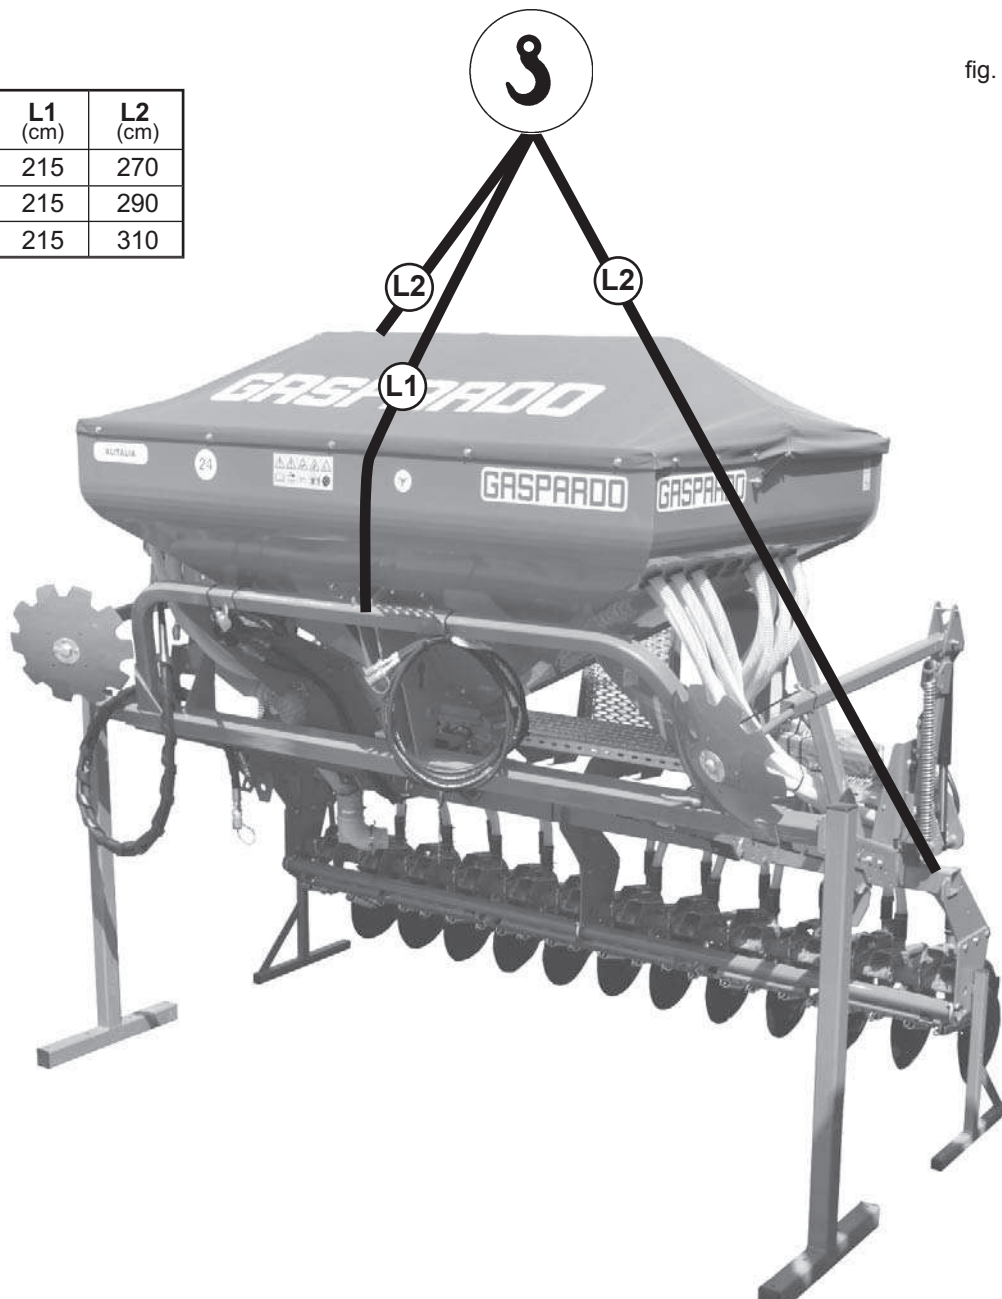

fig. 6
**ANHEBEN NUR DER SÄMASCHINE** (Abb. 6)